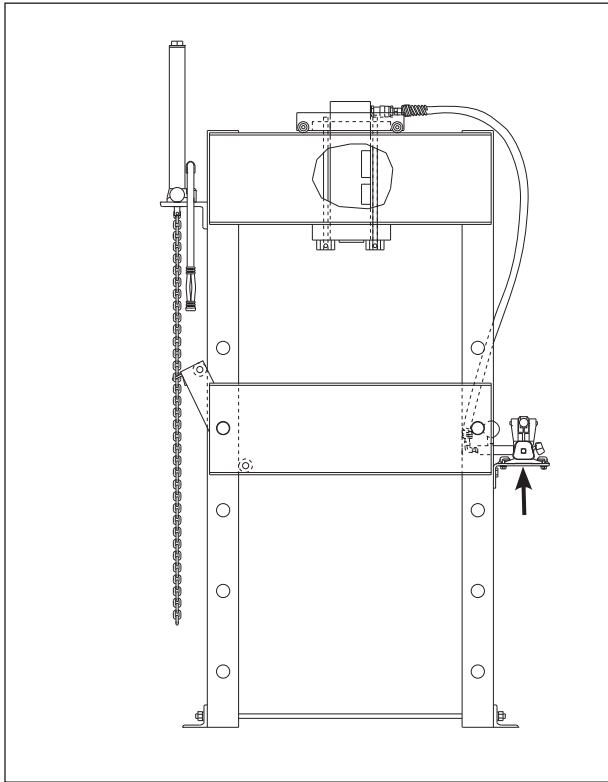

Figura 2. Ubicación del soporte de montaje de la bomba
3. En la Figura 2 se muestra la ubicación del soporte de montaje de la bomba.